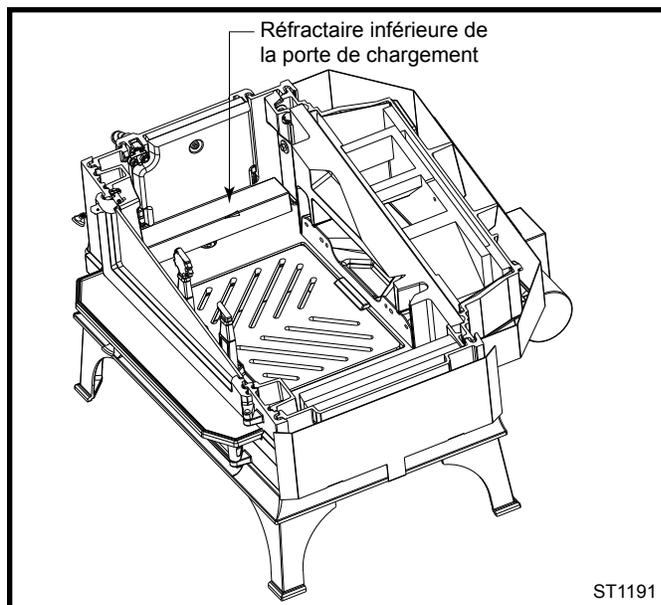

**Fig. 21** Tournez le poêle de façon à pouvoir installer une patte arrière.
3. Retirez et mettez au rebut les (4) boulons rond 3/8-16 x 1/2 po insérés dans les orifices de montage sous le poêle.
4. Dans le sac de ferrures, sortez les quatre pattes, le support de poignée de porte (pour cette patte seulement, le support de poignée est utilisé avec une rondelle), les (4) boulons de patte 3/8-16 x 1 po et quatre (4) rondelles.
7. Tournez le poêle pour installer la patte arrière gauche du poêle. Fixez la patte en observant la procédure décrite à l'étape 6 (fig. 21).
9. Retirez les quatre (4) boulons à tête hexagonale 1/4-20 x 3/8 po des bossages de montage et fixez l'écran thermique en utilisant les mêmes boulons.